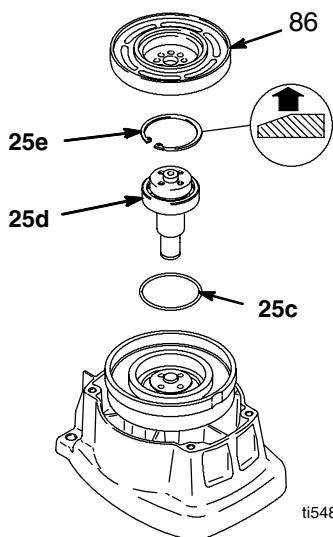

Рис. 6
7. См. Рис. 6. Снимите стопорное кольцо (25e).
- См. Рис. 6. Проверьте уплотнительное кольцо (25с) и, в случае его отсутствия или повреждения, замените.